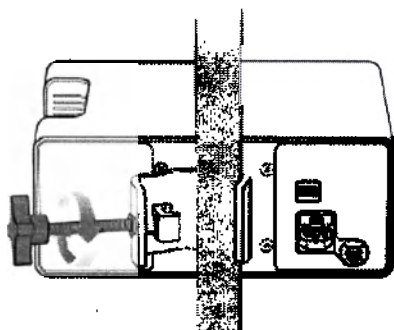

Рисунок 32. Поверните
3. Поверните поворотную кнопку по часовой стрелке до упора (см. Рисунок 32).